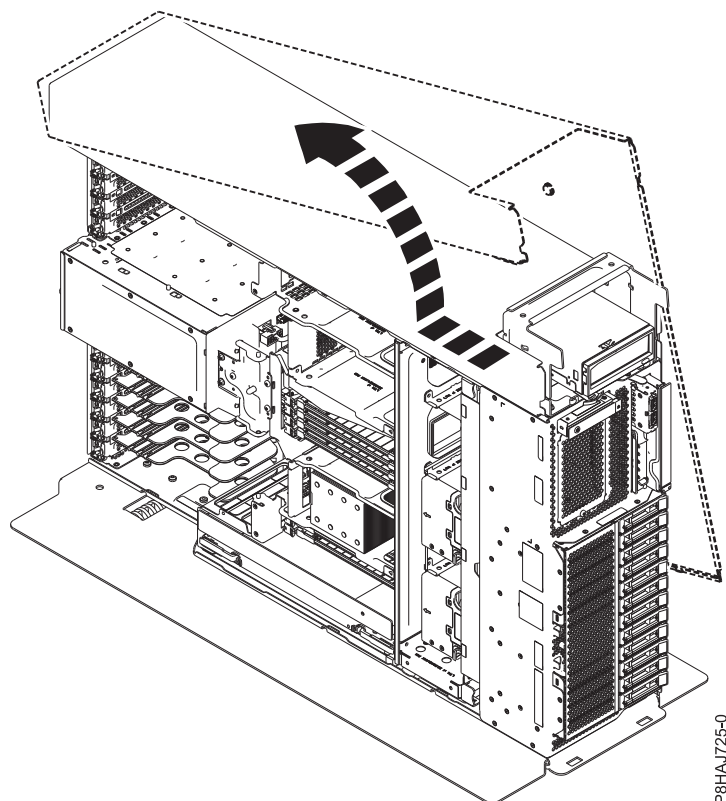

図 31. 8286-41A のサイド・カバーの取り外し
5. サイド・カバーを、図 31 に示されている方向へスライドさせて、システムから外します。